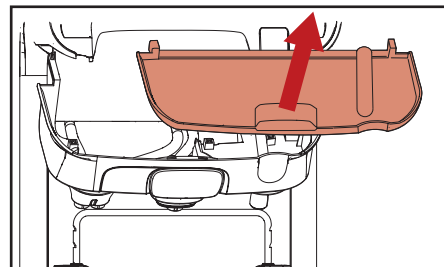

Рис. 5.11 — Достаньте внутренний сливной поддон
- iii. При необходимости достаньте и вымойте внутренний сливной поддон (рис. 5.11).